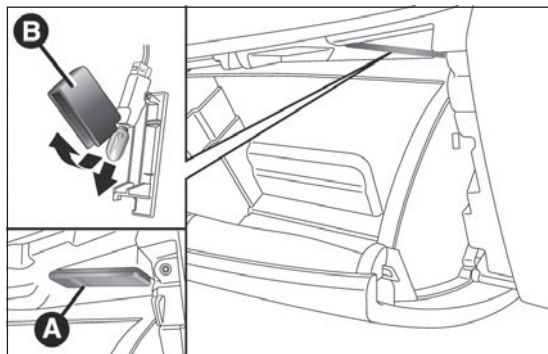

fig. 199
- ☐ abrir la guantera y extraer el plafón A fig. 199;